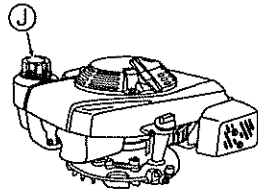

Fig. 9
1 Ouvrez le bouchon du réservoir à carburant (J) et ajoutez le carburant. Essuyez immédiatement avec un chiffon si de l'essence a coulé. (Voir Fig. 9)